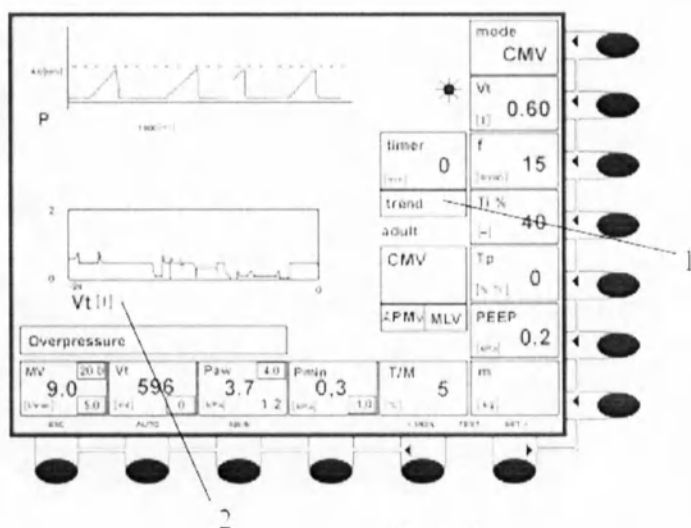

Рис. 49
кривые выше приведенных параметров на экране. На графике будет изображен тренд параметра (2) за прошедшие 24 часа— см. пример - тренд мгновенного объема V_t рис. 49.